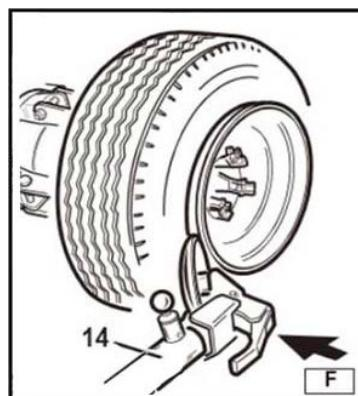
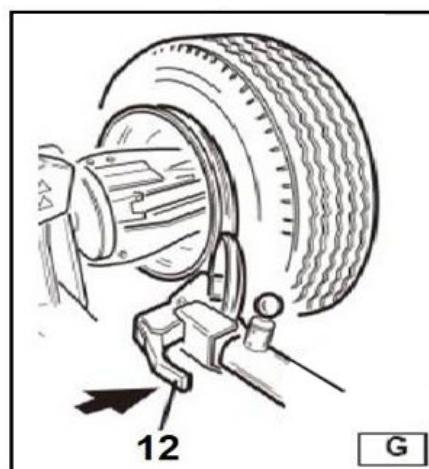

Рисунок 17
Рисунок 18
– Установите кронштейн съемного рычага покрышки 14, (рис.17) в рабочее положение и дайте ему зафиксироваться.
– Используя панель управления, маневрируйте колесом до тех пор, пока внешняя часть обода не появится из-за диска (рис. 17).
– Отведите кронштейн съемного рычага покрышки 14, (рис.17) в сторону и установите его в не рабочее положение, отжав его установочную рукоятку, затем переведите его во второе рабочее положение (рис. 18).